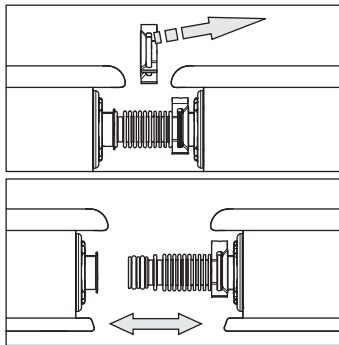

Figura 3-39 Paso de trabajo 1
1. Presionar y retirar las garras de retención de la posición de encaje (figura 3-39 y figura 3-40).